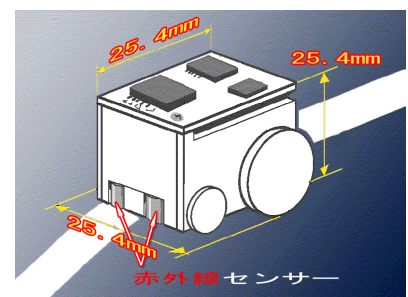

図2 マイクロライトレーサの大きさ
- 3-3 マイクロライトレーサの大きさは1インチ角つまり、全長25.4mm、全幅25.4mm、全高25.4mm以内（図2）でなければならない。ただし、競技規定3-4で定めるセンサ部に関してはこの限りでない。